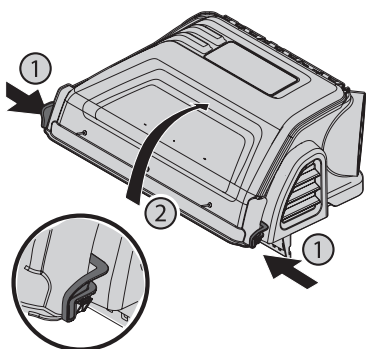

Figure 29
1. Ouvrez le capot en enfonçant les onglets arrière avec votre main (1), l'ouvrir et en soulevant le couvercle de l'autre main au centre, à l'arrière du couvercle de l'ensacheuse (2) comme illustré à la Figure 29.